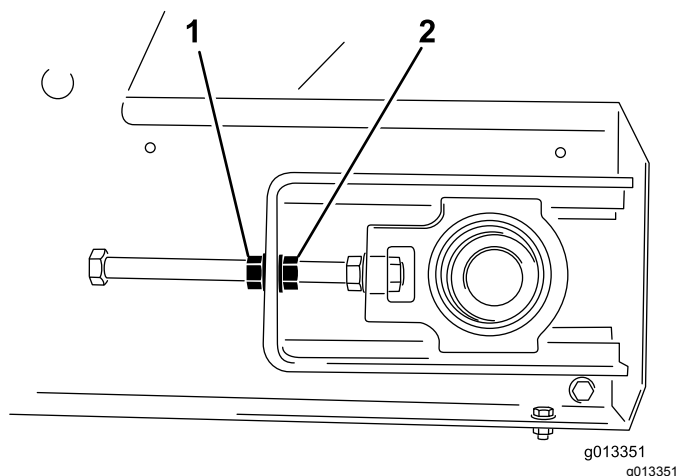

Рисунок 55
4. С помощью 2 гаечных ключей неподвижно удерживайте конец натяжного стержня, а затем ослабьте контргайку, расположенную ближе к концу стержня (**Рисунок 55**).
контргайку и затяните регулировочную гайку, повернув ее на две плоские грани (**Рисунок 55**).